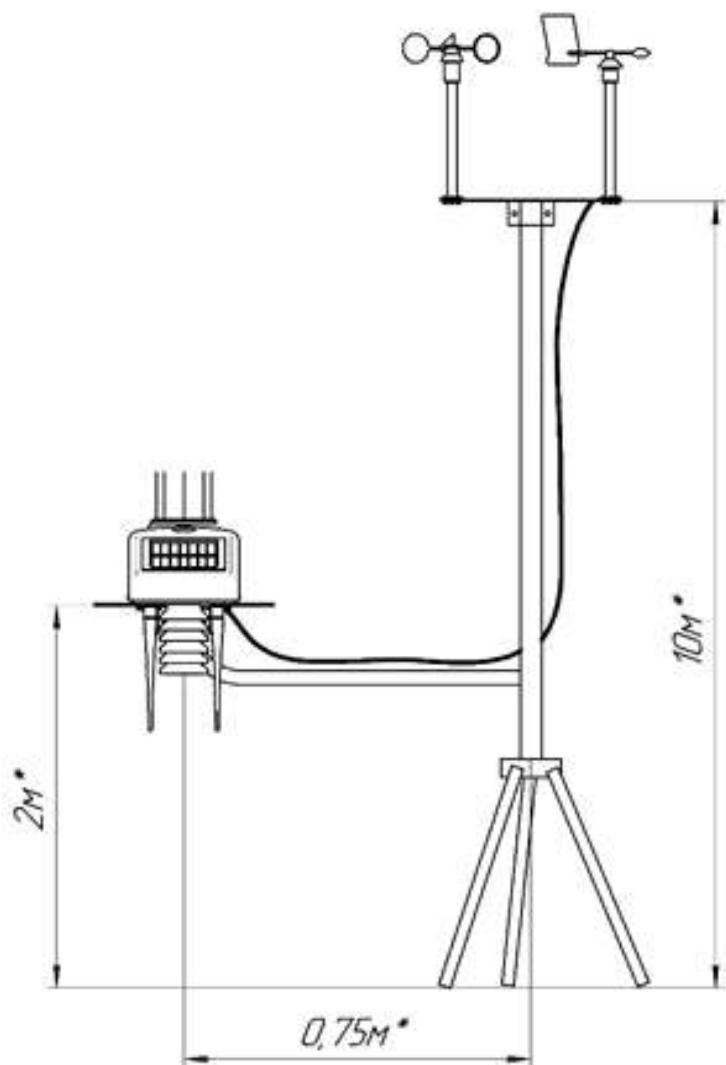

Рисунок 19 – Возможное расположение датчика ветра относительно
подключить аккумуляторы (ключ 12 на рис.19 в положении ON) как источник бесперебойного питания.
6.10.3 Далее подключить кабель MODBUS в разъем RS-485 (см. рис.19), отправить в станцию запрос на чтение («общение» со станцией идет в формате запрос-ответ). Прошивка устроена так, что обновления показаний будут происходить каждые 15 секунд по каналам измерения скорости и направления ветра и каждые 5 секунд по остальным каналам измерений.